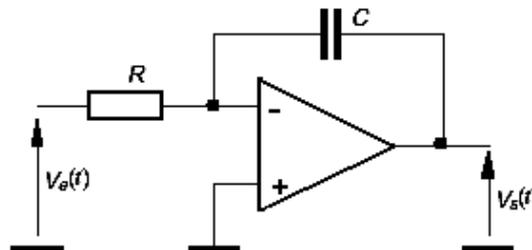

Figure 8: Intégrateur
6.4.5 Intégrateur et dérivateur – figures 8 et 9